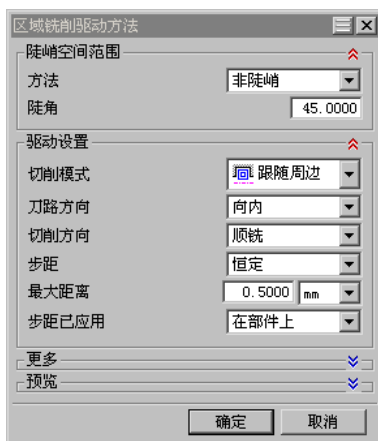

图 3.15 “区域铣削驱动方法”对话框
Step2. 在“区域铣削驱动方法”对话框中设置图 3.15 所示的参数，然后单击 **确定** 按钮，系统返回到“轮廓区域”对话框。